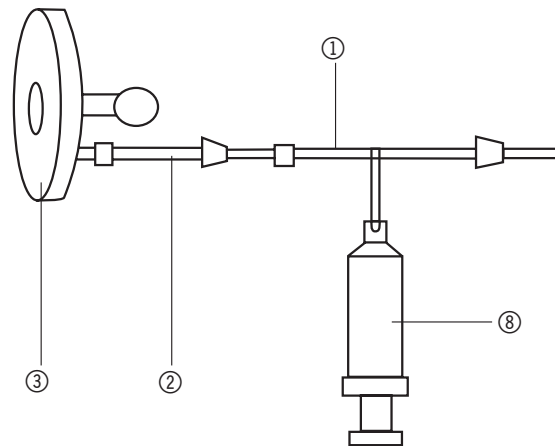

Abb.1
- Schlauchverbindung zwischen Handpumpe ⑧ und Magdeburger Platte ③ gemäß Abbildung 1 herstellen.